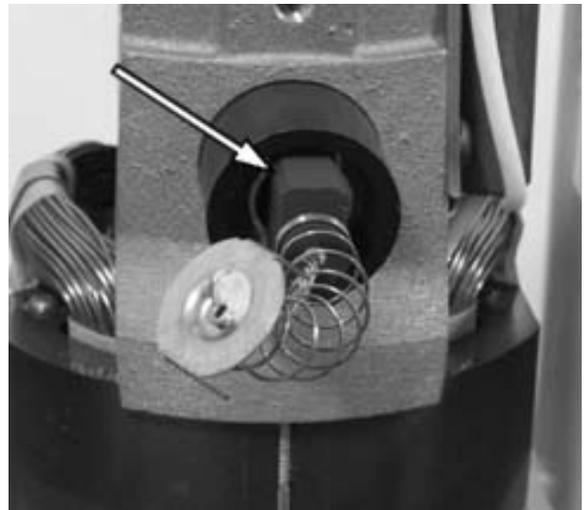

Figura 25.
6. Consulte la figura 25. Instalar los conjuntos de escobillas y tapas de portaescobillas.